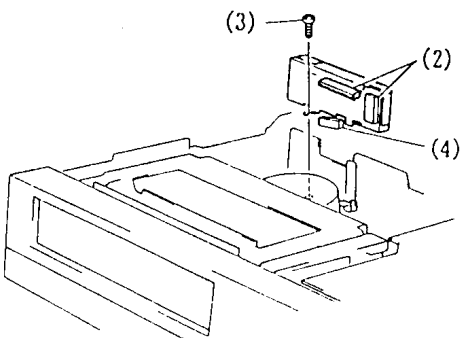

Abb. 4-11 Vor-/Aufnahmeverstärker-Leiterplatte
7. Vor-/Aufnahmeverstärker-Leiterplatte (Abb. 4-11)